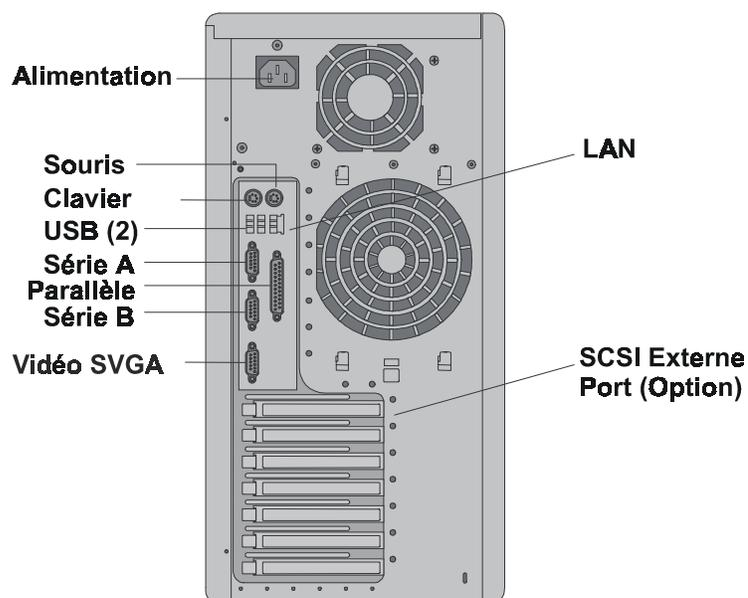

Figure 3-23. Ports du panneau arrière
1. Connectez le moniteur, le clavier et la souris au HP Server tc3100 en utilisant les prises situées à l'arrière du châssis. Voir Figure 3-23.